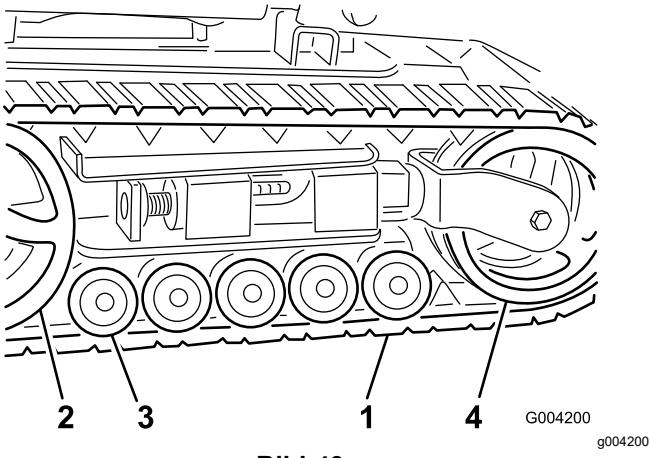

Bild 43
**Wichtig:** Reinigen Sie die Straßenräder, das Spannrad und das Antriebsrad (Bild 43). Die Straßenräder sollten sich in sauberem Zustand ungehindert drehen.